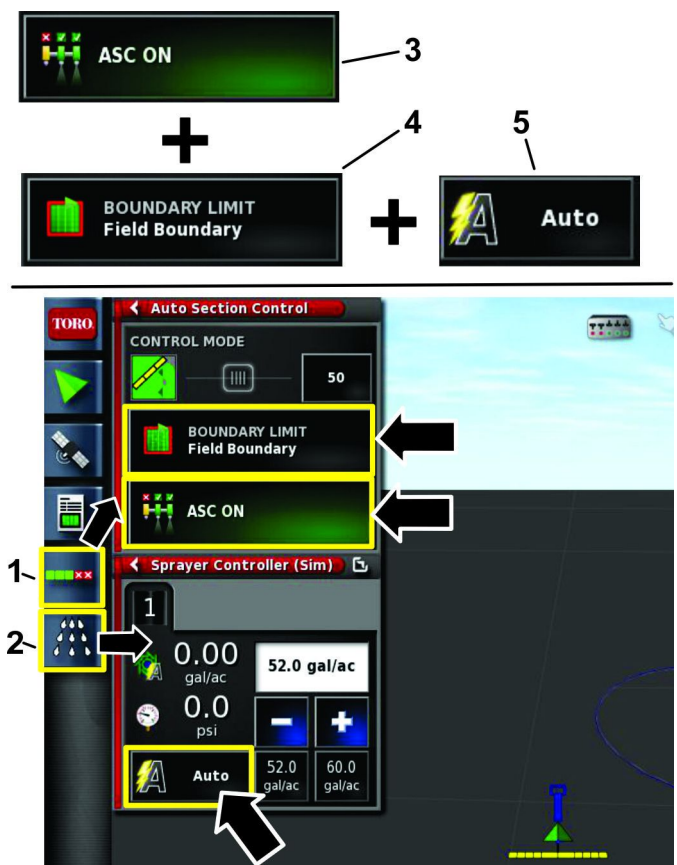

Figura 111
- Pressione o ícone CONFIGURAÇÃO DO CONTROLO AUTOMÁTICO DE SECÇÕES (ícone ASC) e o ícone COMANDO DO PULVERIZADOR para abrir esses ecrãs (Figura 111).
- No ícone ASC, selecione LIGAR, no ícone de controlo limítrofe, selecione COM CONTROLO LIMÍTROFE e no ícone de controlo da taxa de aplicação, selecione AUTO (Figura 111).